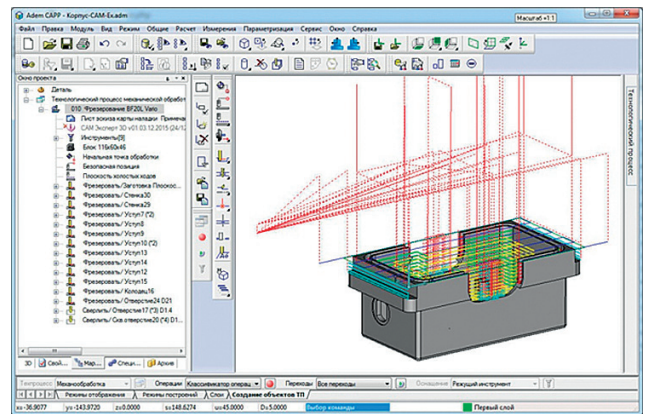

Рис. 24. Построение траекторий обработки согласно маршрута
- расчет траектории движения инструмента с учетом выбранного типа оборудования с ЧПУ (рис. 24);